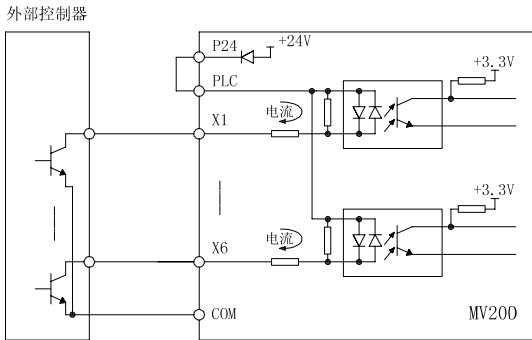

图3-13 使用变频器内部+24V 电源的源极连接方式
1) 使用变频器内部+24V 电源，外部控制器为NPN 型的共发射极输出，连接方式如图 3-13 所示。